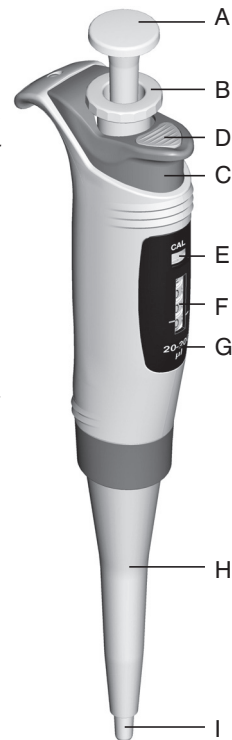
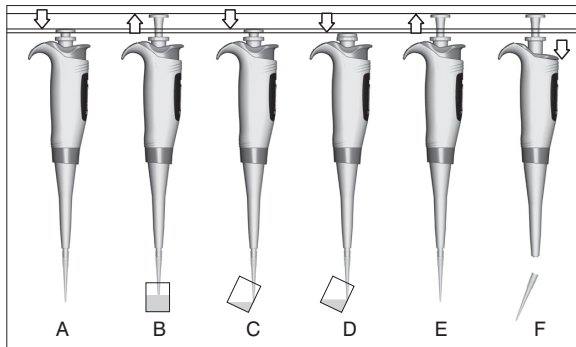

Рис. 1
Рис. 4
- Пипетка оснащена переключателем режима работы счетчика - калибрационным золотником (рис. 1Е). Золотник должен переключаться исключительно на время калибровки пипетки (верхнее положение с обозначением CAL).
- Кнопку пипетирования (рис. 1А), необходимо нажать до первого сопротивления (рис. 4А),
- Для набора жидкости, необходимо медленным, плавным движением отпустить кнопку пипетирования (рис. 4В),
- Затем медленным движением необходимо нажать кнопку до первого сопротивления, вызывая выпускание жидкости (рис. 4С).